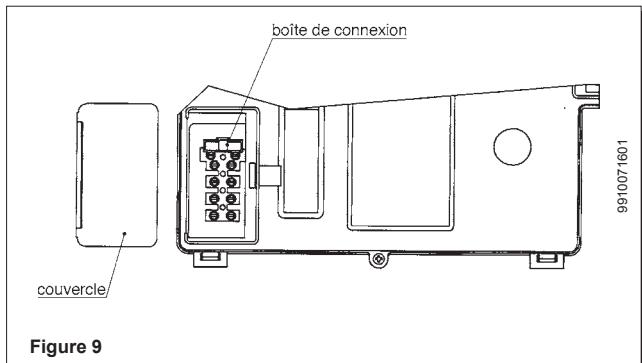

Figure 9
- * enlever le couvercle afin d'accéder à l'endroit des branchements électriques (figure 9).